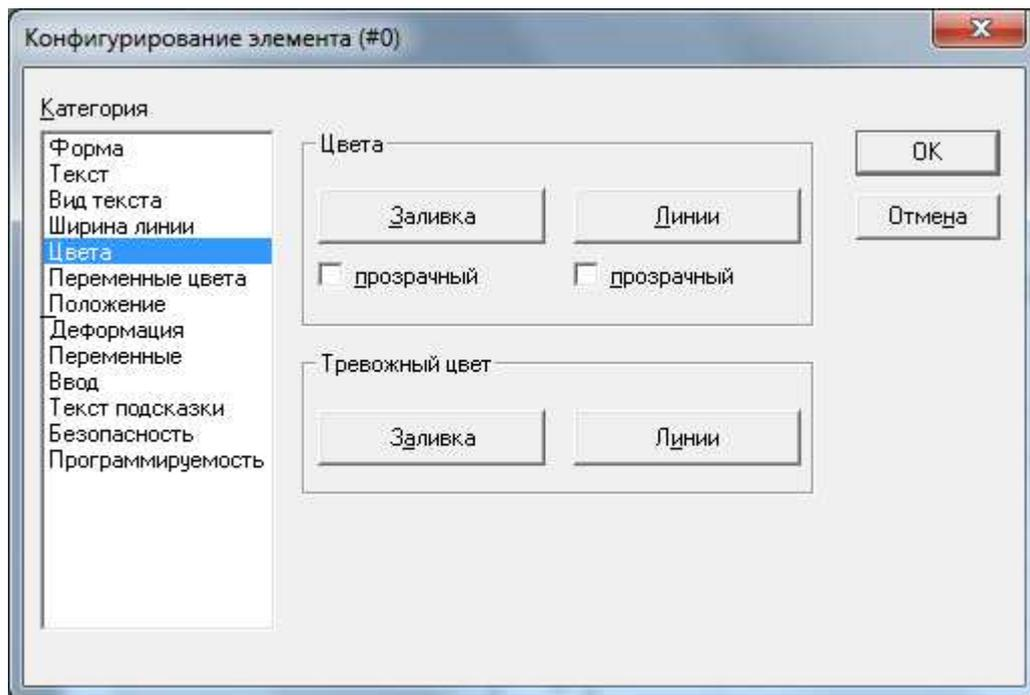

Рисунок 2 – Вибір кольору елемента
- б) вибрати **Кольори** (рисунок 2), натискаючи кнопки Заливка вибрати для елемента потрібні кольори;